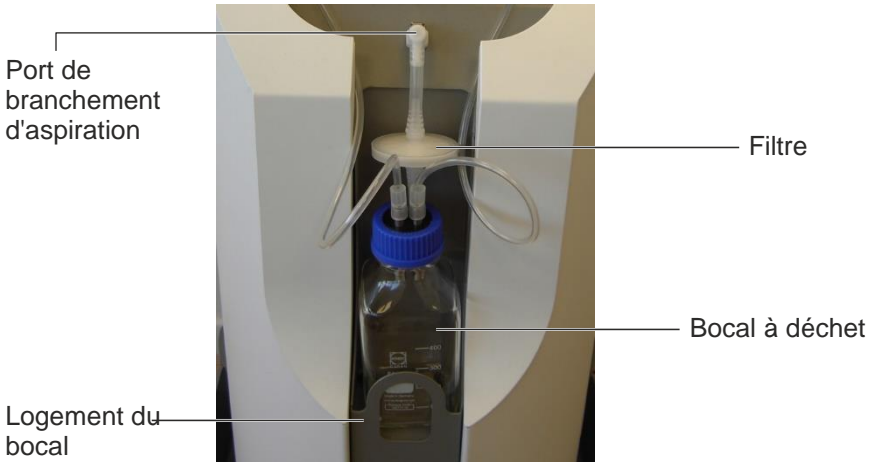

Figure 4-2. Composants du système (bocal à déchet)
- Figure 4-2. Composants du système (bocal à déchet)
Le bocal à déchet, comme illustré à la Figure 4-2, est le récipient en verre qui recueille les particules et les fluides qui sont aspirés par les pièces à main.
Le filtre, comme illustré à la Figure 4-2, empêche la pénétration de toute particule ou fluide résiduel du bocal à déchets dans le système.